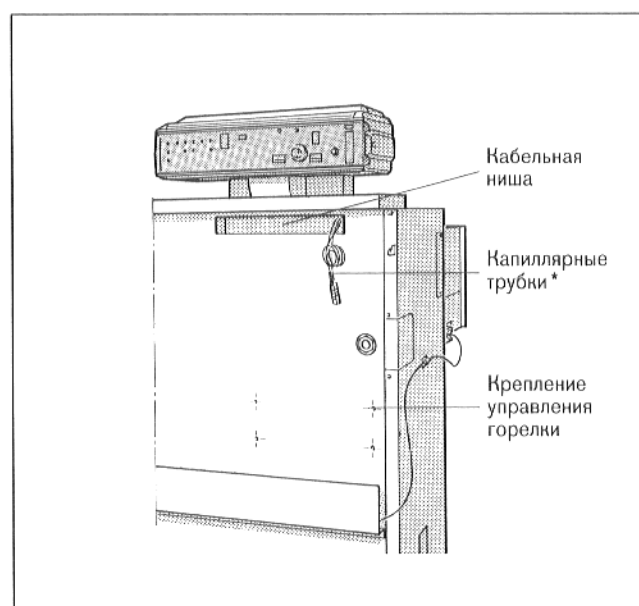

Рис. 36 – передняя сторона котла со снятой передней стенкой
- Проложить капиллярные трубки датчиков температуры и, при Ecomatic-регулировании, трубопровод датчика температуры котельной воды, из кабельной ниши, через отверстие в переднем кожухе котла, к передней стороне котла (см. рис. 36)
- \* – Регулятор температуры (TR)
- Привинтить управление горелки 4 винтами для листового металла к промежуточной стенке (см. рис. 36/38).